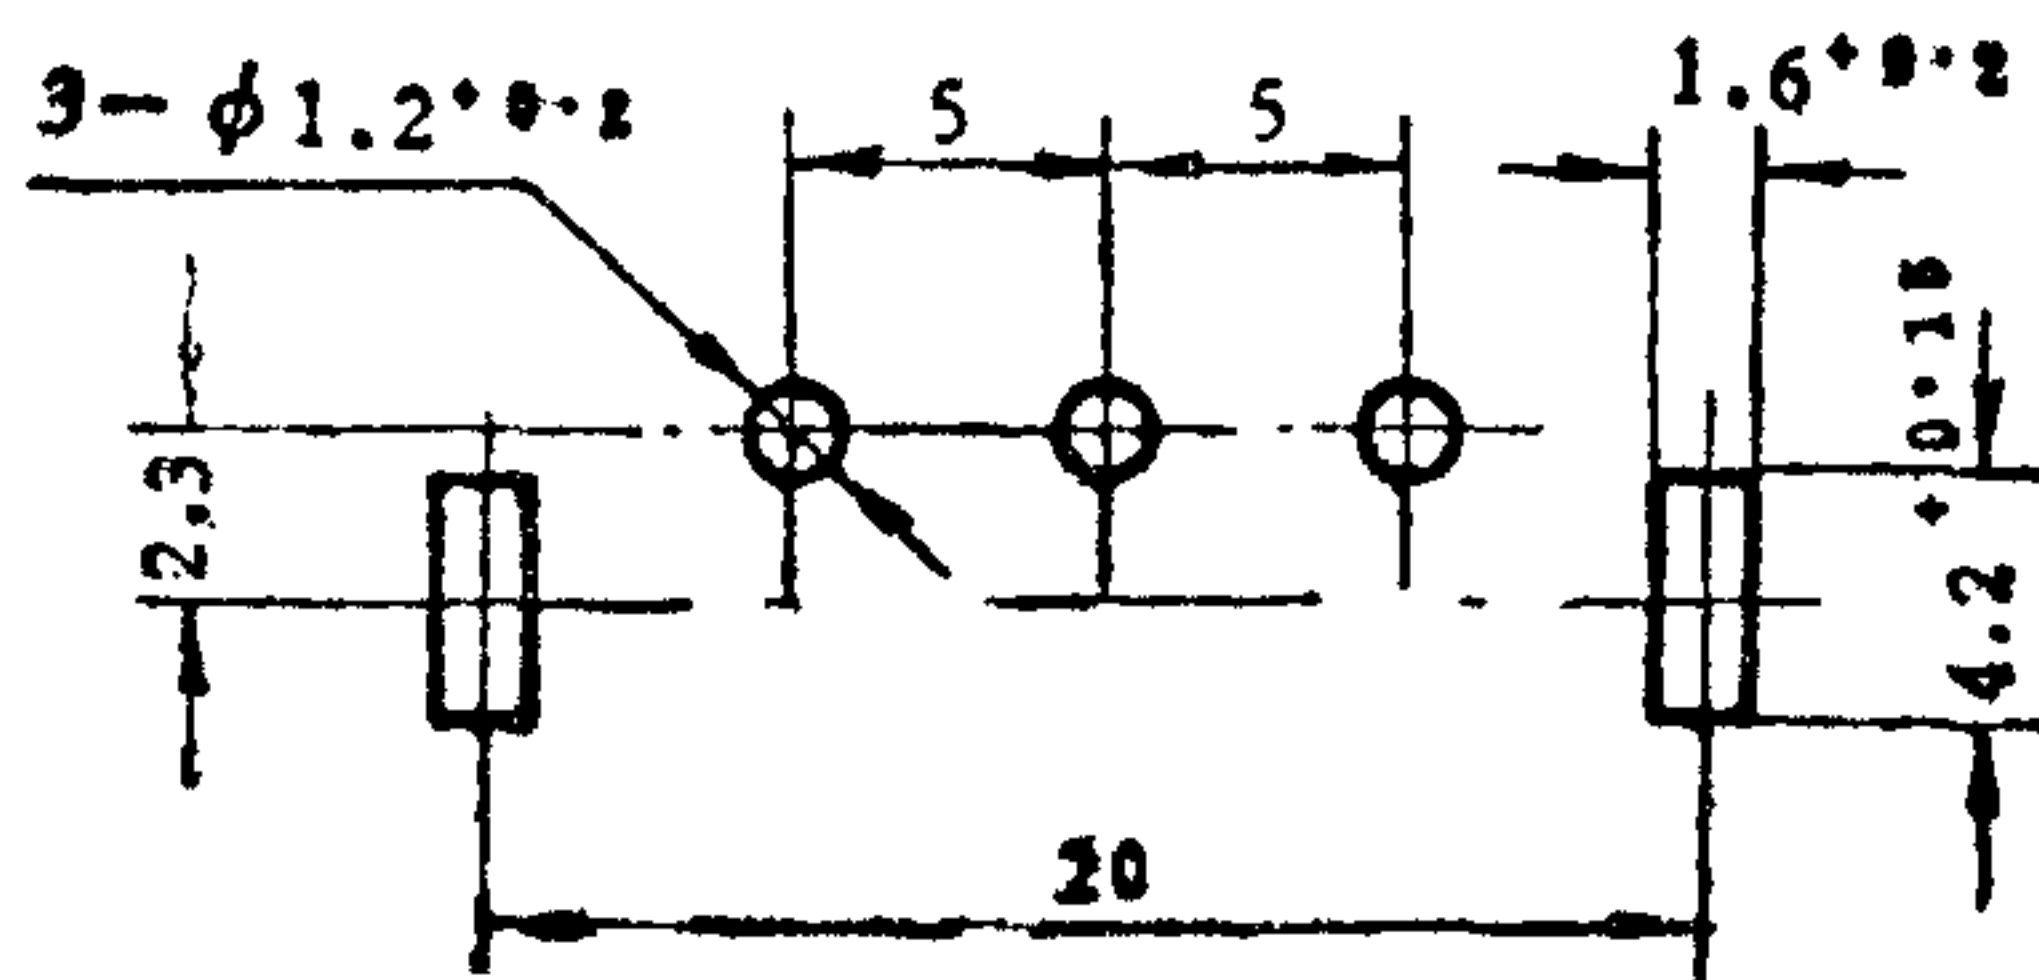
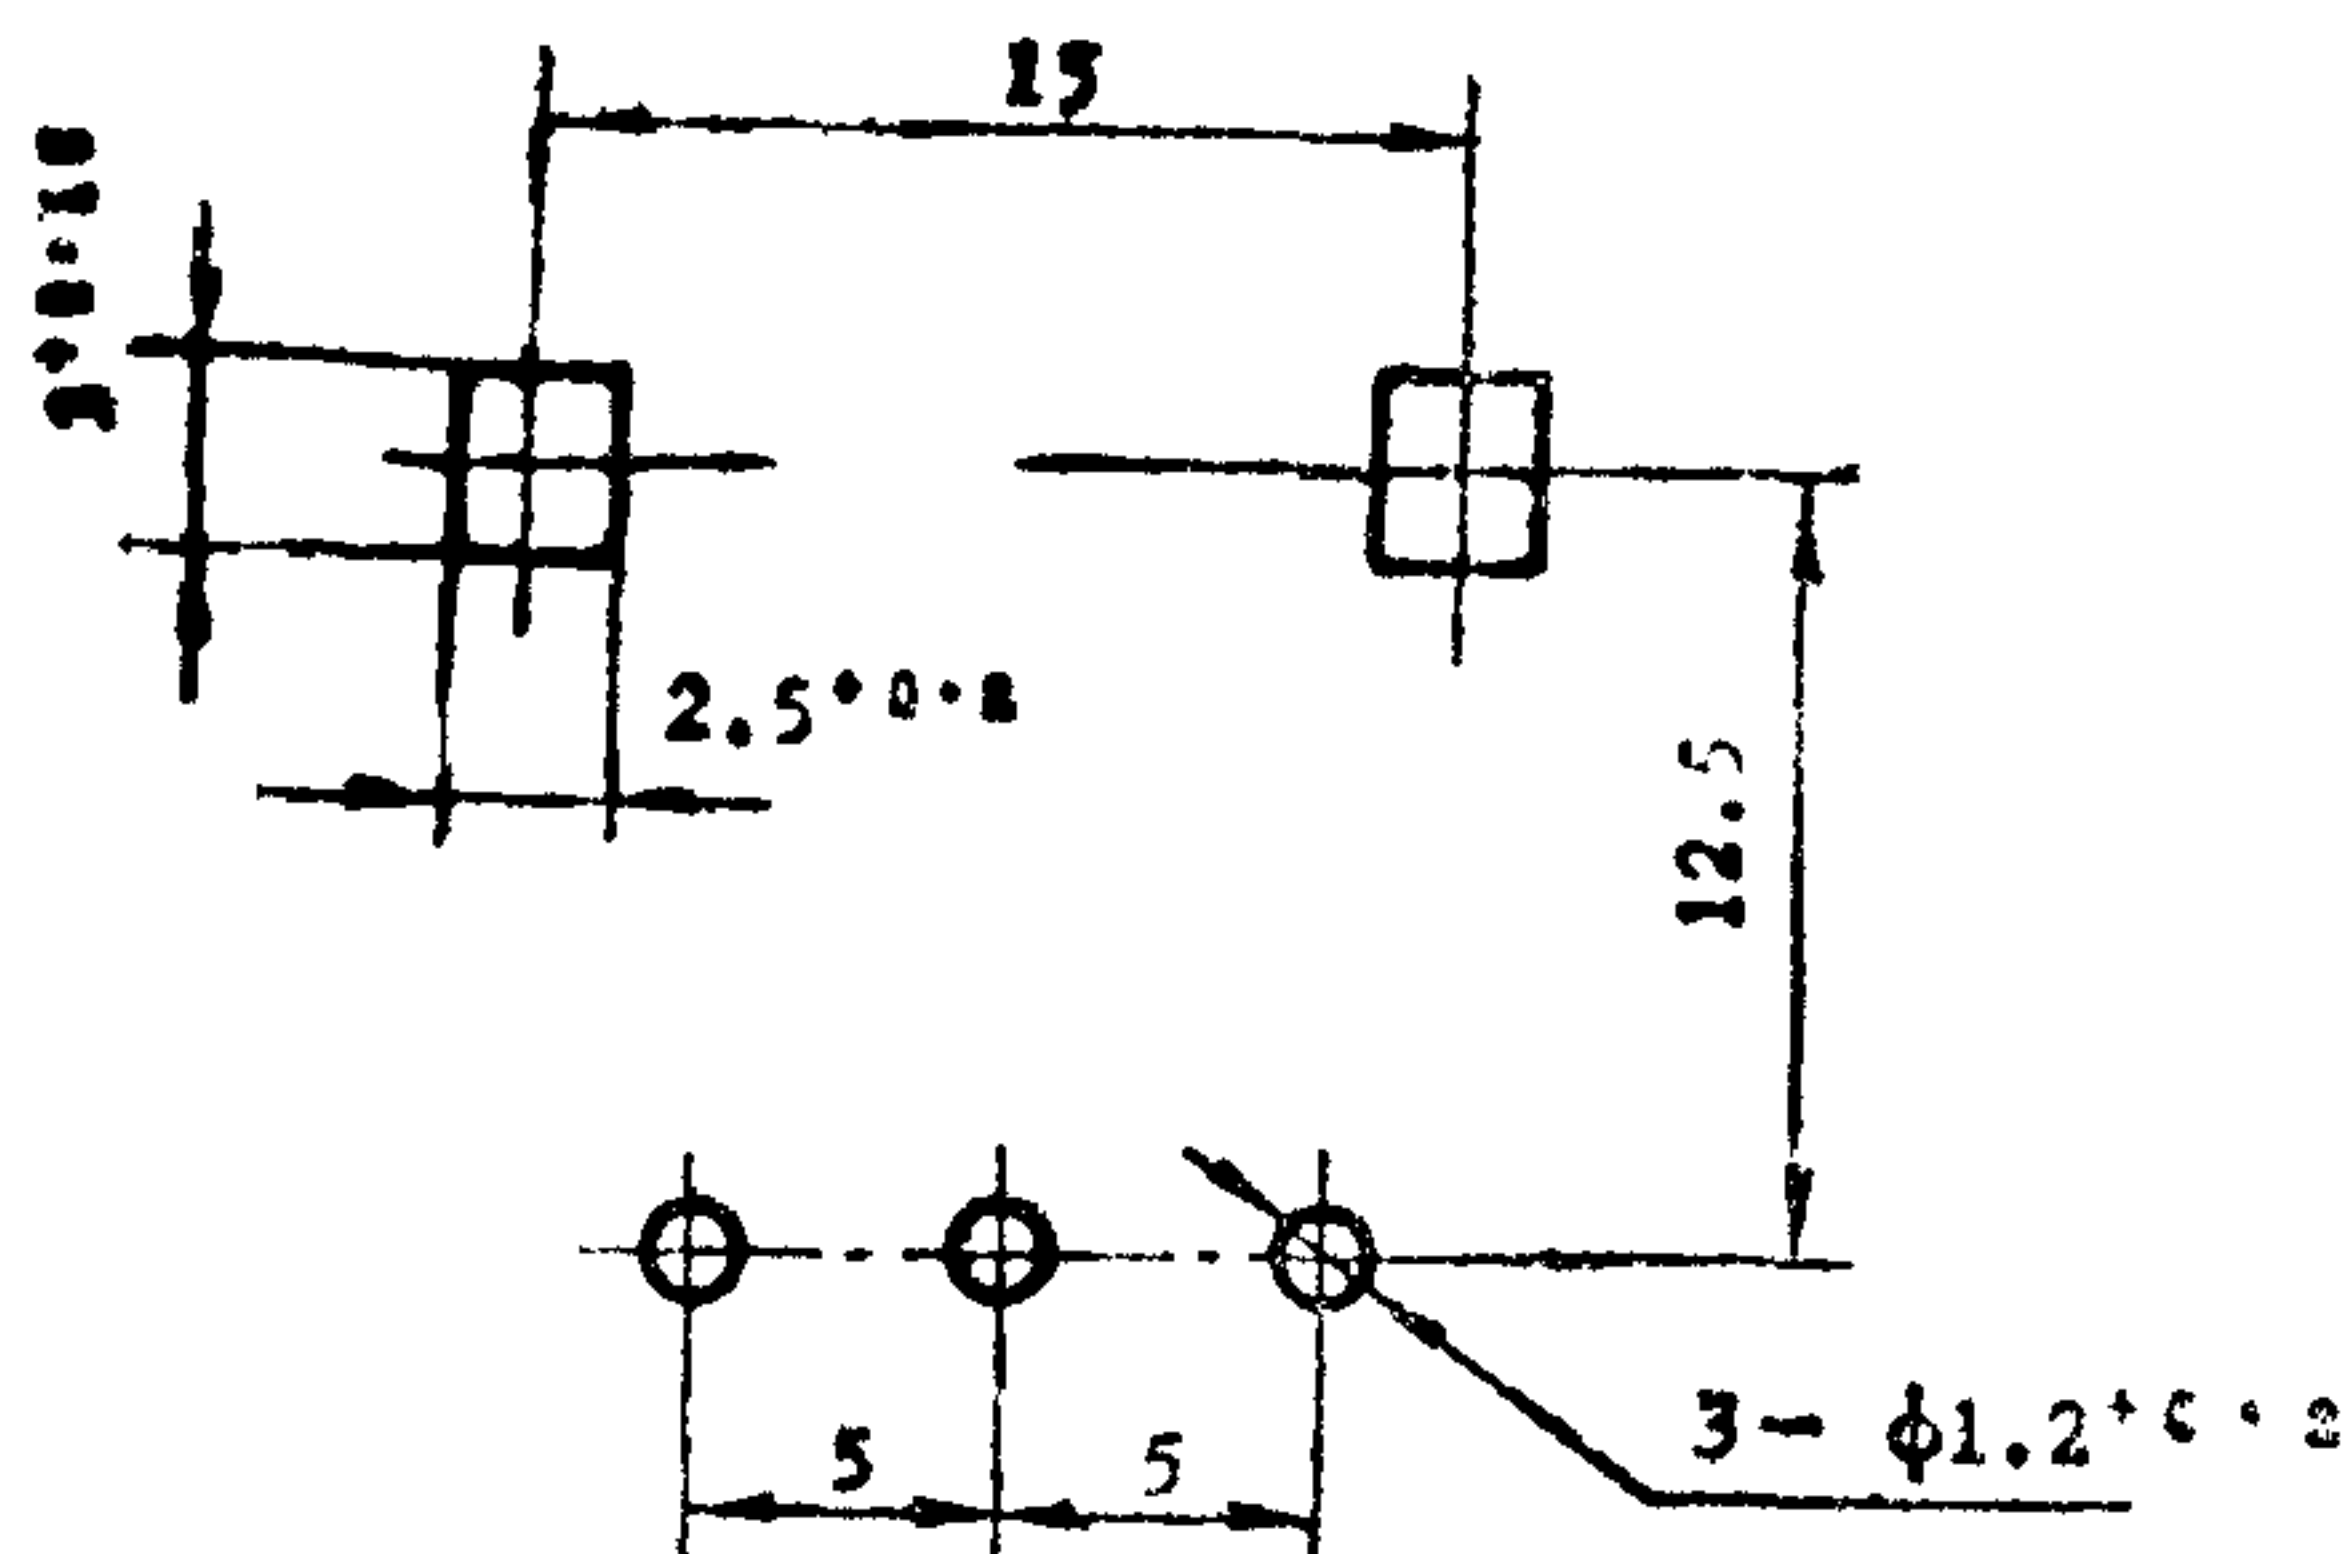

图1 WH159—1A型
图2 WH159—1B—1型
1.1.1 WH159—1A型; WH159—1B—1型低功率电位器应用引出端安装法安装在厚度不小于1.5mm的印制板上并加以焊接。安装尺寸见图1, 图2。